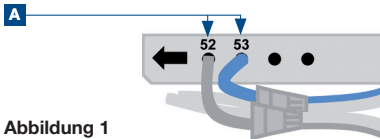

Abbildung 1
- 05 Kabelbrücke in Kabelsatzstecker XE2 einsetzen (**Abbildung 1**):